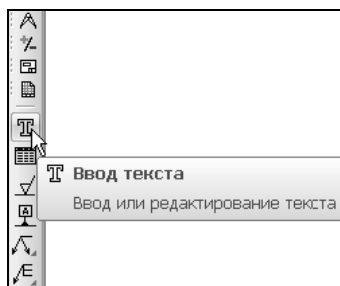

Рис. 1.105. Команда **Ввод текста** на странице **Обозначения**
1. Нажмите кнопку **Ввод текста** на инструментальной панели **Обозначения** (рис. 1.105).